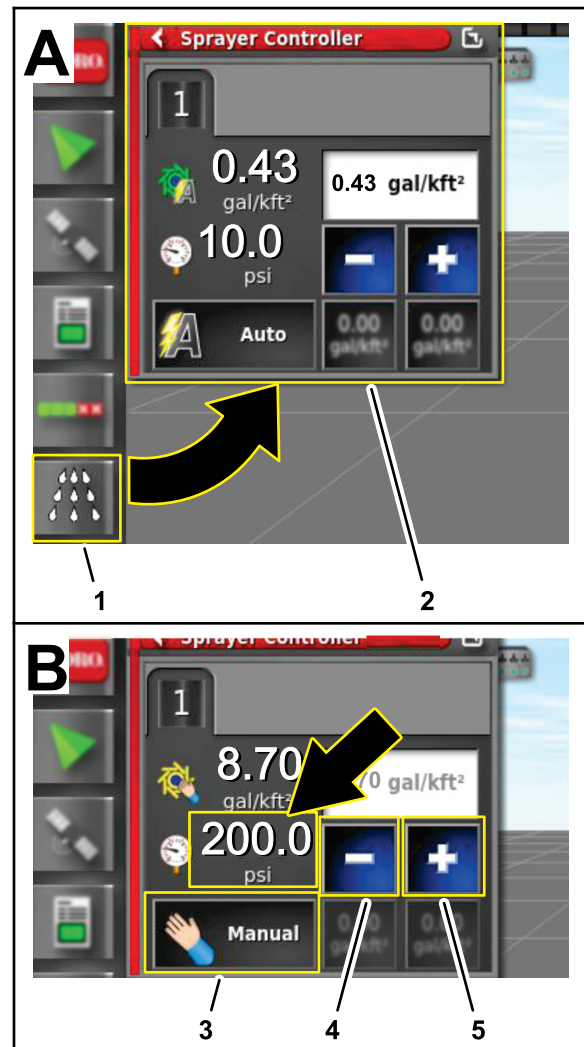

Рисунок 162
4. На управляющей консоли GeoLink нажмите значок SPRAY RATE CONTROLLER (КОНТРОЛЛЕР ИНТЕНСИВНОСТИ ОПРЫСКИВАНИЯ) (Рисунок 162).
5. В диалоговом окне контроллера интенсивности опрыскивания нажимайте значок RATE CONTROL MODE (РЕЖИМ УПРАВЛЕНИЯ ИНТЕНСИВНОСТЬЮ ОПРЫСКИВАНИЯ), пока не будет отображен ручной режим (Manual) (Рисунок 162).
6. Используйте значок пошагового уменьшения (-) или пошагового увеличения (+), чтобы отрегулировать давление в системе опрыскивания (Рисунок 162) на 13,75 бар (200 фунтов на кв. дюйм).